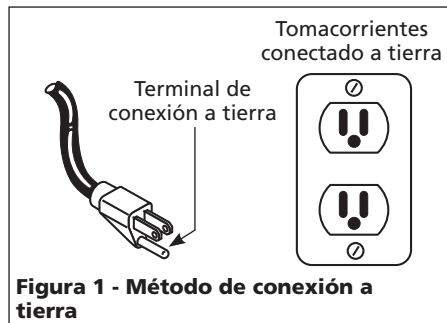

Figura 1 - Método de conexión a tierra
3. Este producto está diseñado para circuitos nominales de 120 voltios y tiene un enchufe para conexión a tierra similar al de la Figura 1. Cerciórese de conectarlo a un tomacorrientes cuya configuración sea similar a la del enchufe. Este producto se debe conectar a tierra. En caso de que ocurra un cortocircuito, ésto evitaría el riesgo de choque eléctrico al ofrecerle un cable de desvío a la corriente eléctrica. Este producto tiene un cordón con un alambre y terminal de conexión a tierra. Debe conectarlo a un tomacorrientes que esté instalado adecuadamente según los códigos y ordenanzas locales.